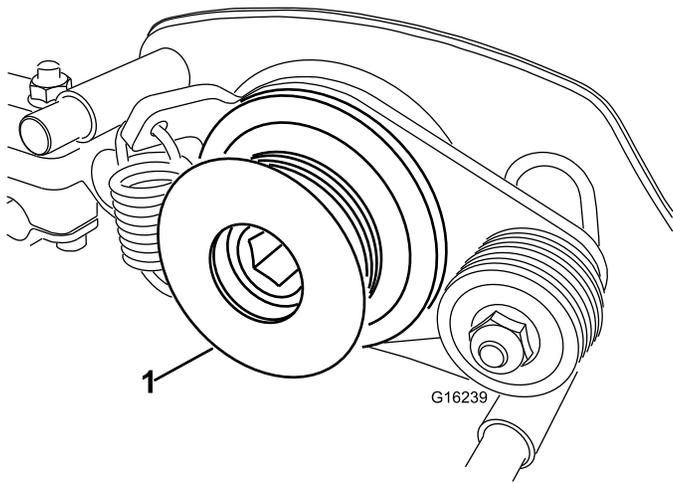

Figura 35
7. Retire la polea motriz del groomer del eje del molinete (**Figura 35**).